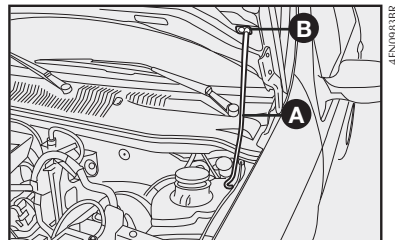

fig. 89
4) introduzir a extremidade da vareta A na abertura B do capô do motor **fig. 89**.
1) manter levantado o capô com uma mão e, com a outra, tirar a vareta **A**-fig. 89 da abertura **B** e repô-la no seu dispositivo de bloqueio;